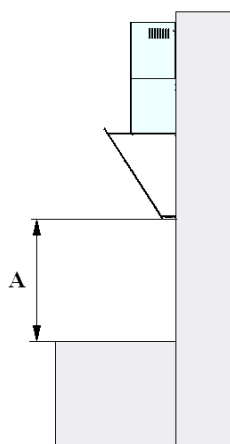

Рис. 3
Для газовой плиты расстояние «А» между нижней частью вытяжки и поверхностью для приготовления пищи должно составлять не менее 65 см (рис. 3). Во время монтажных работ следует соблюдать действующие положения относительно отвода воздуха. Когда вытяжка используется одновременно с устройствами сжигания газа или другого топлива, в помещении должна быть обеспечена надлежащая вентиляция.
- Приложите корпус вытяжки к стене, сохраняя минимальное расстояние 65 см между нижним краем вытяжки и поверхностью для приготовления пищи на плите (рис. 3).